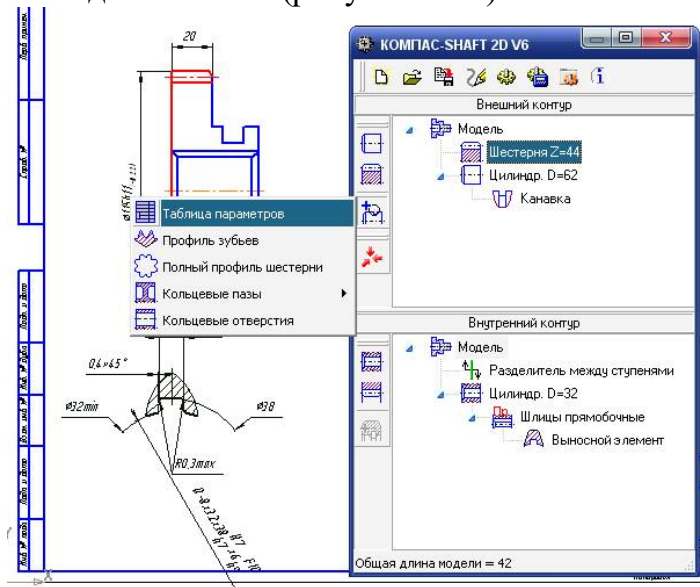

Рисунок 1.29 - Випадаюче меню
- натисніть кнопку  **Дополнительные элементы ступеней**. З'явиться випадаюче меню (рисунок 1.29)